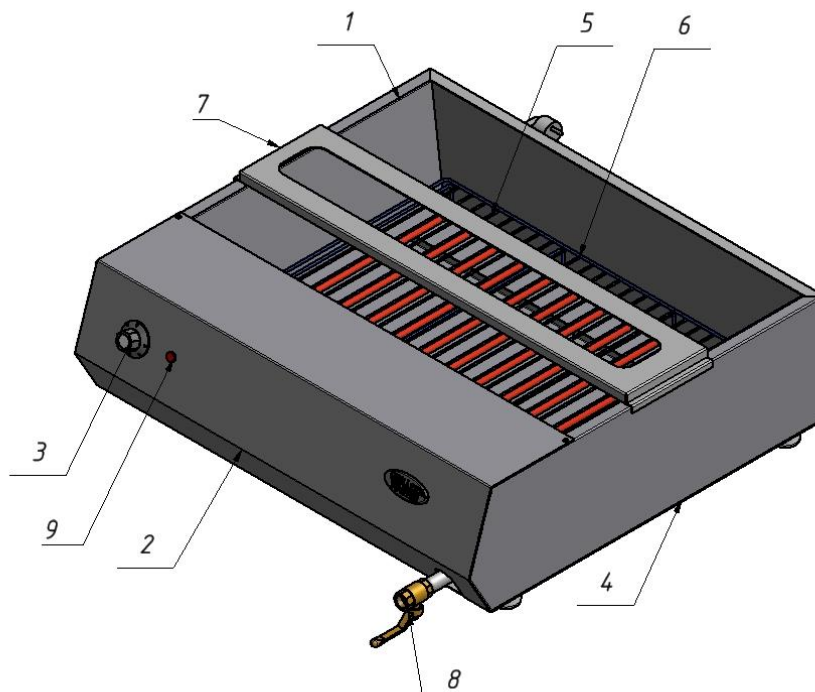

Рисунок 1 – Устройство прибора
Салазки устанавливаются над рабочей поверхностью ванны (см. рис.1) и на них устанавливают дозатор.
6.4 Закрывать кран слива масла (8) (рис.1).